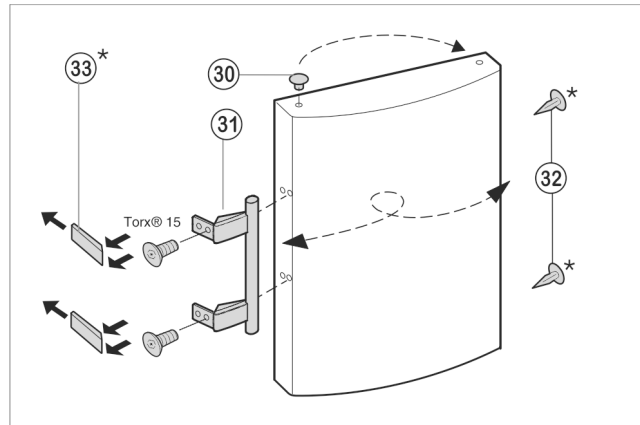

Fig. 8
- ▶ Stopfen Fig. 8 (30) aus der Tür Lagerbuchse herausheben und umsetzen.
- ▶ Türgriff Fig. 8 (31), Stopfen Fig. 8 (32) und Druckplatten Fig. 8 (33) abmontieren und auf die Gegenseite umsetzen.